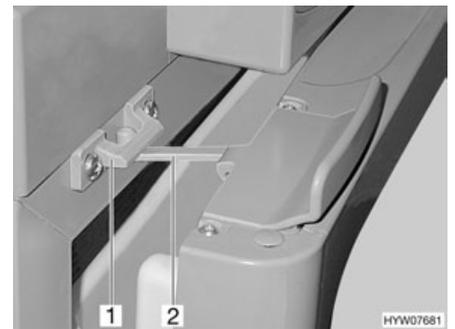

Fig. 226 Puerta del frigorífico en posición de ventilación (Thetford)
- Abrir el bloqueo (Fig. 226,2) y engatillarlo en el alojamiento del bloqueo (Fig. 226,1). De este modo, la puerta del frigorífico quedará ligeramente abierta.